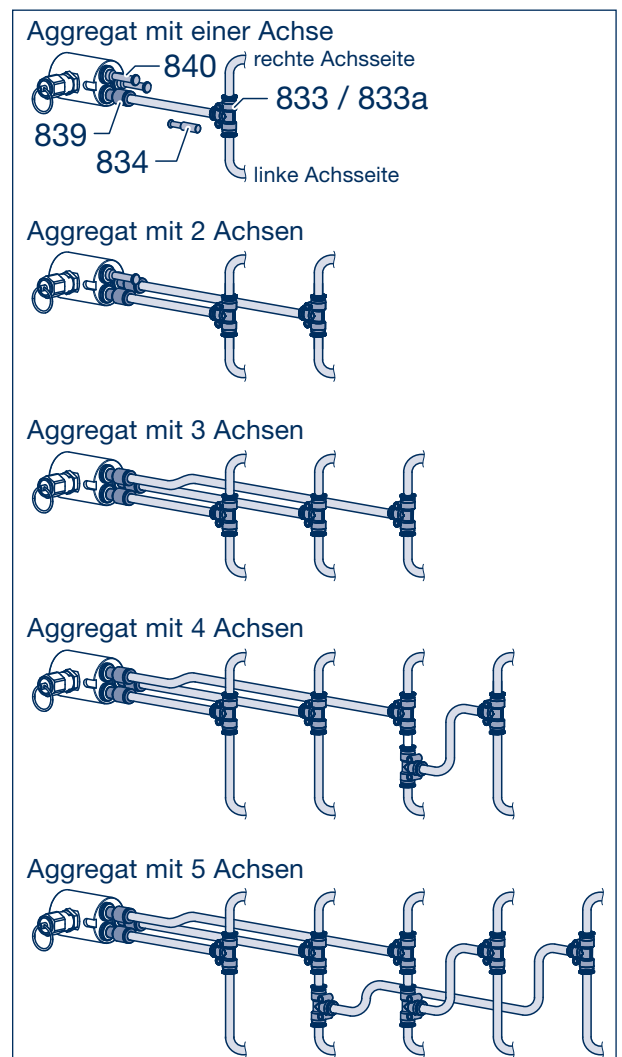

Bild 32
- [5] Druckluftleitungen (\varnothing 8 x 1 mm) in den Anschluss der Control Box einstecken und mit dem AirSave T-Stück an der Achse verbinden. (Bei Ausführungen bis 09.10.2020 müssen Druckluftleitungen (\varnothing 6 x 1 mm) und Reduzierungen (839) am Anschluss der Controlbox verwendet werden. Bei weiteren Achsen im Fahrzeug muss zusätzlich je ein T-Stück in den Pneumatikkreislauf integriert werden, siehe Bild 32.